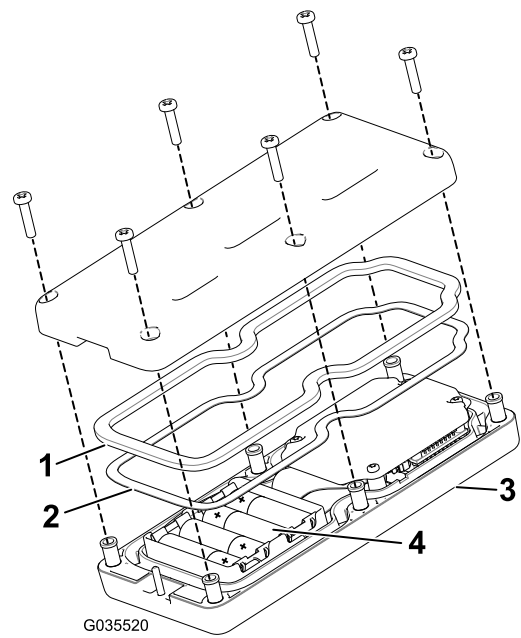

図 17
- スチール製のガスケットとゴム製のシールをリモートの溝にきちんとはめてから、バックカバーを取り付ける (図 17)。
- ねじ6本を使ってカバーを固定し (図 17)、各ねじを 1.5 - 1.7N m (0.15-0.17 kg.m = 13 - 15 in-lb) にトルク締めする。
注 電池の向きを間違えると、機械が損傷することはありませんが、リモコン操作はできません。電池を入れる箇所にはプラス・マイナスの表示がある (図 17)。